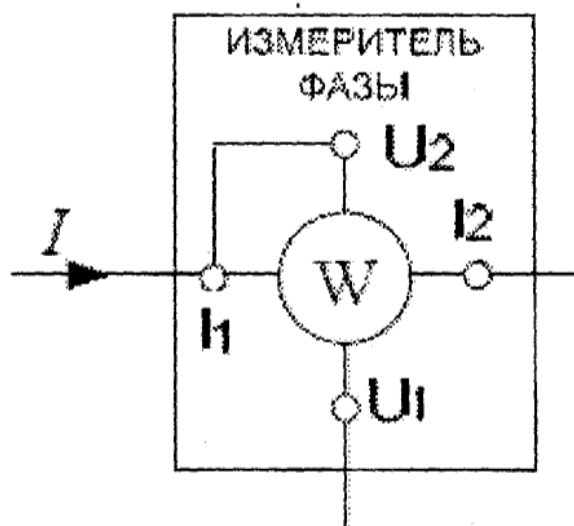

Рис. 3. Экспериментальная схема с ваттметром
9. Выключить источник питания. Собрать схему рис. 3а, где А и V - амперметр и вольтметр с модуля измерительного; W – ваттметр (измеритель фазы, рис. 3 б); E – источник переменного напряжения.